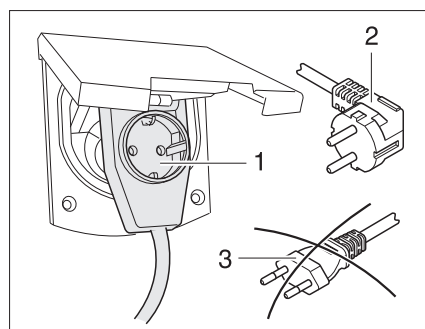

Fig. 309 Collegamento a un connettore a gomito con presa
► Se si utilizza un connettore a gomito CEE 17 con presa sul retro (Fig. 309,1), utilizzare solo una spina IP 44 con isolamento di gomma e sigillata con contatto di terra (Fig. 309,2). Non utilizzare spine senza contatto di terra (Fig. 309,3). Pericolo di folgorazione elettrica!